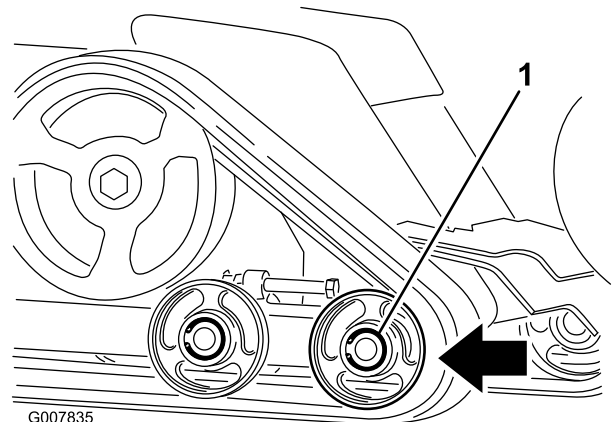

Bild 57
6. Drücken Sie das vordere Straßenrad soweit es geht nach hinten (Bild 57).
8. Wenn Sie die Kette vom Straßenrad entfernt haben, nehmen Sie sie von der Maschine ab (**Bild 57**).
9. Legen Sie die neue Kette, beginnend beim Antriebsrad, um das Rad und stellen Sie sicher, dass die Stollen an der Kette zwischen die Distanzstücke am Kettenrad passen (**Bild 57**).
10. Drücken Sie die Kette unter und zwischen das hintere und mittlere Straßenrad (**Bild 57**).